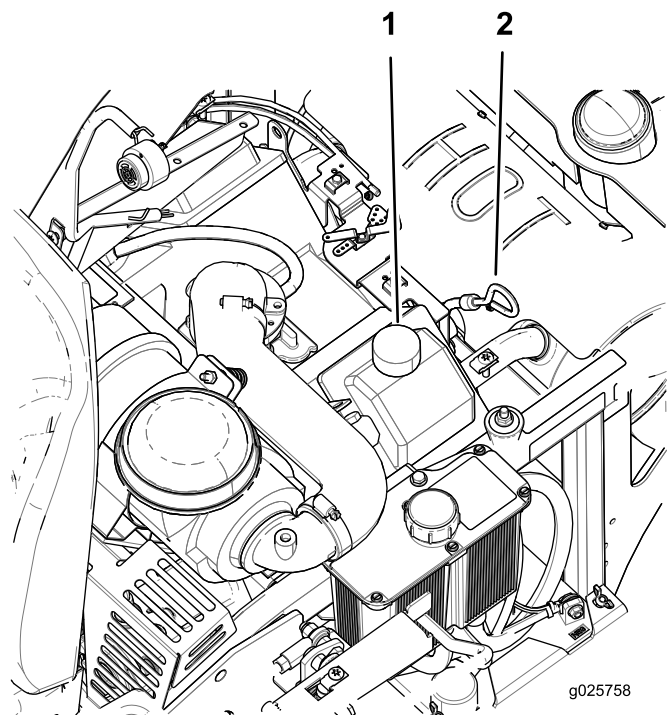

Figura 40
4. Para manter a sujidade, as aparas de relva, etc., fora do motor, limpe a área em torno da tampa de enchimento e vareta antes de a remover (Figura 40).
8. Se o nível de óleo estiver baixo, limpe a área em volta do tampão de enchimento de óleo, retire o tampão e encha até a marca **cheio** na vareta (Figura 40).
5. Deite lentamente cerca de 80% do óleo especificado no tubo de enchimento e adicione lentamente o óleo adicional para atingir a marca de **cheio** na vareta (Figura 40).
6. Ligue o motor e conduza até uma superfície plana. Volte a verificar o nível de óleo (Figura 40).